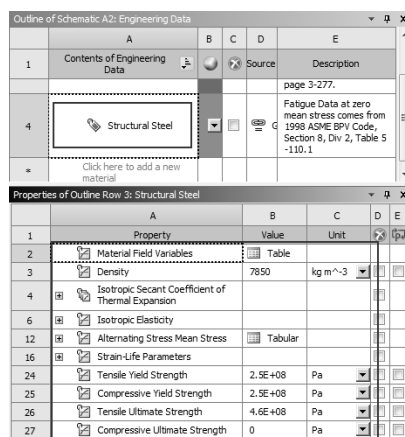

图 5-122 材料参数修改窗口
Step7: 根据实际工程材料的特性, 在 Properties of Outline Row 4: Aluminum Alloy 表中可以修改材料的特性, 如图 5-122 所示。本实例采用的是默认值。